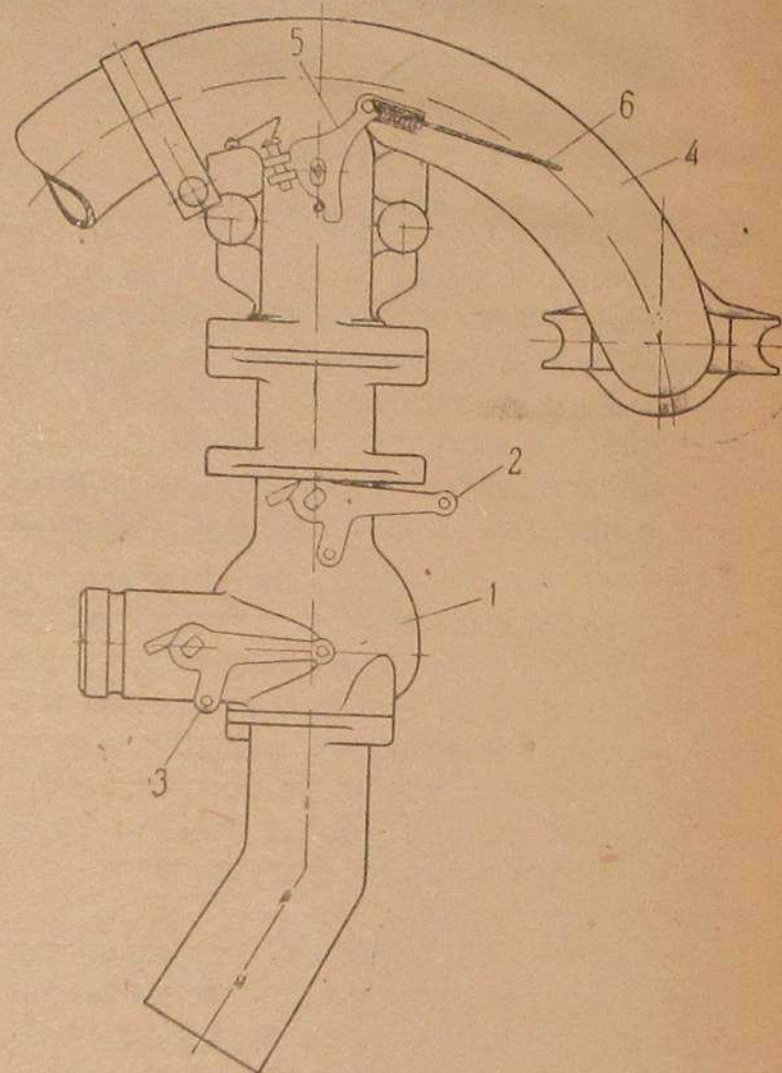

Рис. 6. Крепление смесителя к всасывающему коллектору
Смеситель (9) прикрепляется к всасывающему коллектору, как указано на рис. 6, после того, как коллектор предварительно будет очищен от нагара. Между смесителем и всасывающим коллектором устанавливается картонная или свинцово-асбестовая прокладка. Для крепления карбюратора смеситель имеет патрубок.